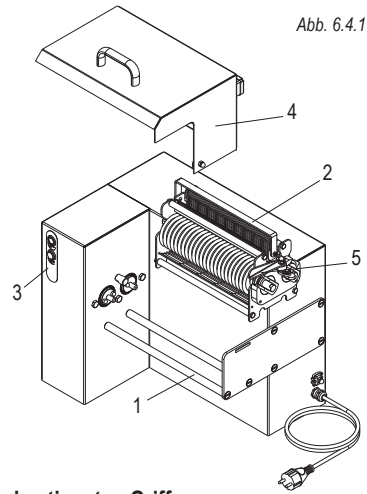

Abb. 6.4.1
- Drehen Sie um 90 ° nach links und schieben Sie die verriegelte Messerabdeckung (Ref. 4 Abb. 6.4.1). Die Messerschutzvorrichtung wird entfernt.
- Hängen Sie den Hebel des Messerkorbes ab (Ref. 5 Abb. 6.4.1).
- Nehmen Sie den Korb (ref. 2 Abb. 6.4.1) mittels des Griffes von den Ständen des Grundgestells weg und ziehen Sie ihn so, dass die Messerstifte aus dem Schubbetrieb herauskommen.
- Stellen Sie den Korb auf die Stangen des Grundgestells (Ref. 1 Abb. 6.4.1)
- Heben Sie die verriegelte Messerschutzvorrichtung an (Ref. 4 Abb. 6.4.1)
- Drehen Sie den Griff des Klingenkorb (Ref. 5 Abb. 6.4.1), so dass die Stifte der Messerrollen bis zum Einhaken in die Zugstifte eingerückt werden.
- Schließen Sie die verriegelte Messerschutzvorrichtung (Ref. 4 Abb. 6.4.1).
- Betätigen Sie die Befehle (Ref. 3 Abb. 6.4.1) zum Starten und Stoppen der Maschine.
Manipulieren den Messerkorb immer mittels des eigens dazu bestimmten Griffes (Ref. 2 Abb. 6.4.1) und schützen Sie Ihre Hände mit schnittfesten Handschuhen aus Kevlar.